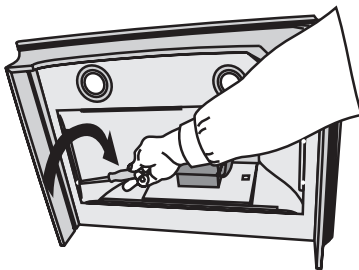

Рис. 8
2. Прикрутить саморезы к багету через отверстия с внутренней стороны купола вытяжки (рис. 8).